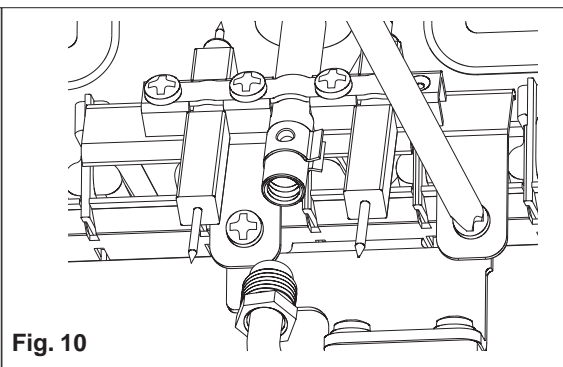

Fig. 10
- Svitare le viti che tengono in posizione la fiamma pilota (fig. 10)